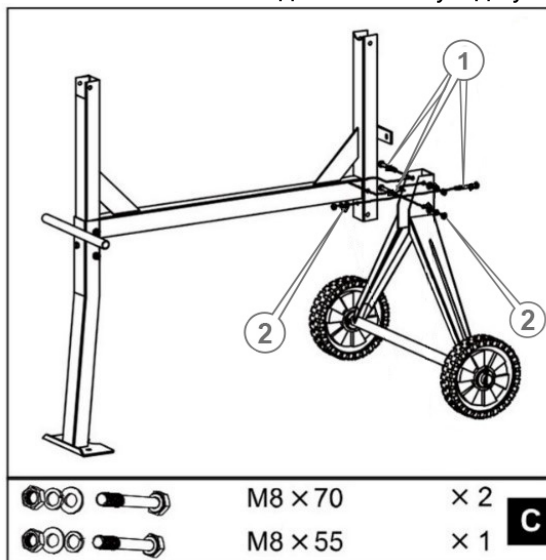

Рисунок 5. Схема загального складання рами моделей «БМ-125-ЗНН», «БМ-140-ЗНН».
3. Закріпити шасі з колесами на рамі болтами (рис. 5) та переконатися, що всі болти та гайки надійно затягнуті до упору.